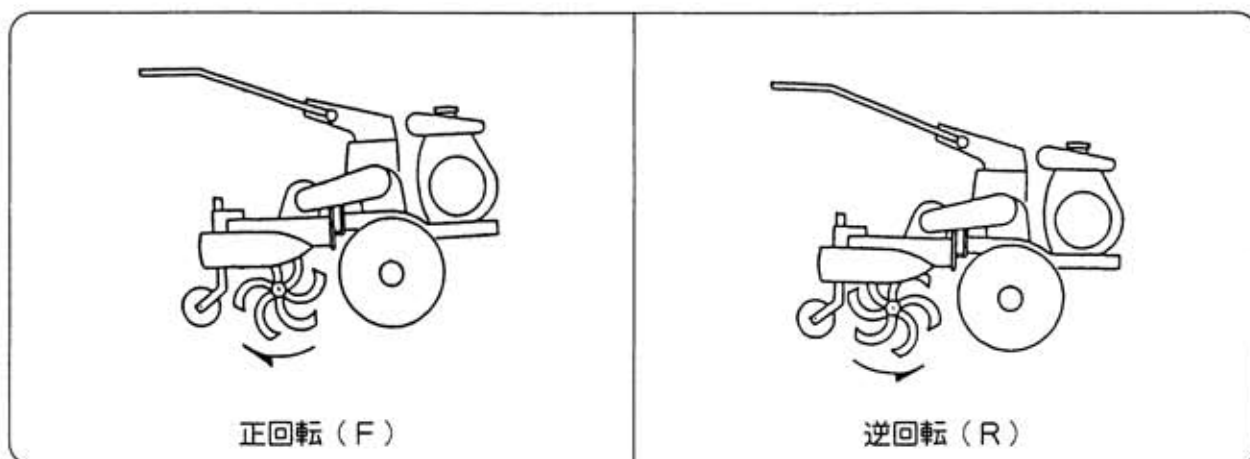

図53
- 2) 刃受をロータリ耕うん軸の回転方向に対し爪がなで切るように取り付けます。（図53）